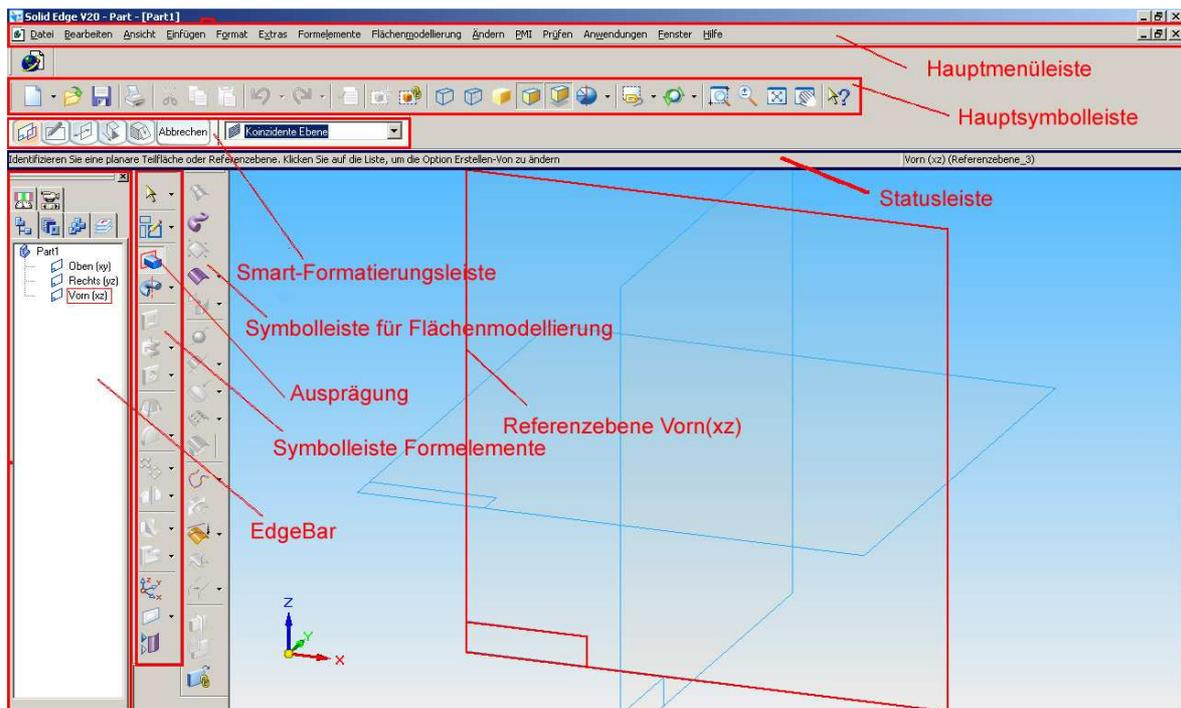

Abb. 2 Die Hauptseite mit ihren Symbolleisten und der Arbeitsfläche
**Symbolleisten ausblenden.** Sie sehen nun die Symbolleisten der Hauptseite (**Abb. 2**). Da Sie die Symbolleiste **Flächenmodellierung** beim Bau dieses Boliden nicht brauchen, können Sie im Hauptmenü Ansicht zweimal auf **Symbolleisten** klicken (**Abb. 3**). Dann öffnet sich das Dialogfeld **Symbolleisten** (**Abb. 4**). Entfernen Sie nun das Kreuz neben **Flächenmodellierung**.
- Um einen drei-dimensionalen Körper herzustellen, klicken Sie in der Symbolleiste *Formelemente* auf das Symbol **Ausprägung** (Abb.2).
**Achten Sie grundsätzlich auf die Anweisungen in der Statusleiste (Abb. 2)**